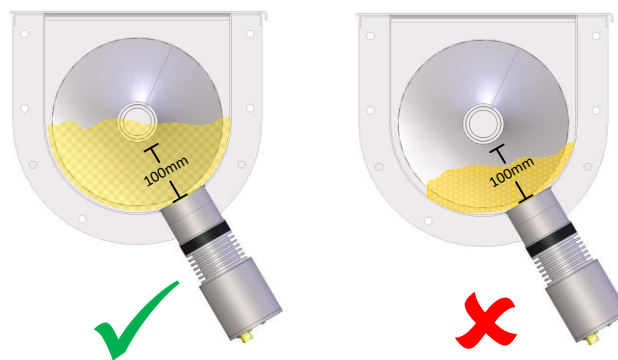

Abbildung 7: Materialpegel im Schneckenförderer
- Sorgen Sie für einen konstanten Materialfüllstand, indem Sie sicherstellen, dass die Materialtiefe vor der Keramikscheibe des Sensors stets über 100 mm bleibt (siehe Abbildung 7).